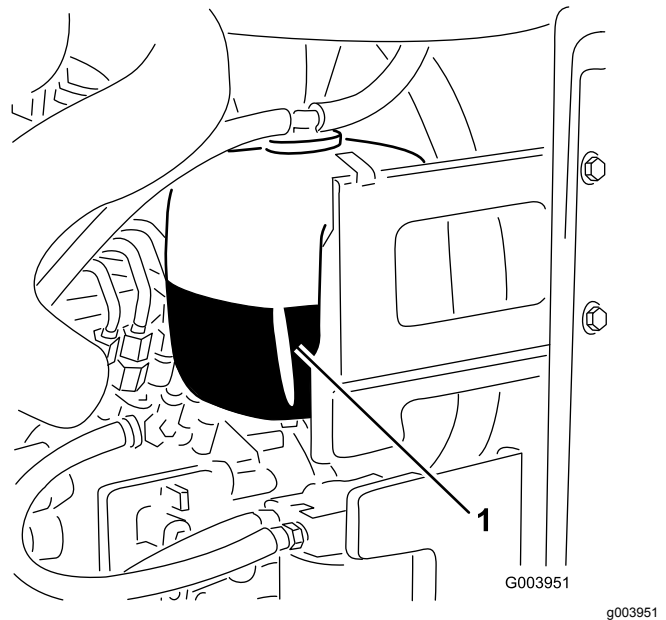

Bild 58
1. Prüfen Sie den Kühlmittelstand im Ausdehnungsgefäß (Bild 58).